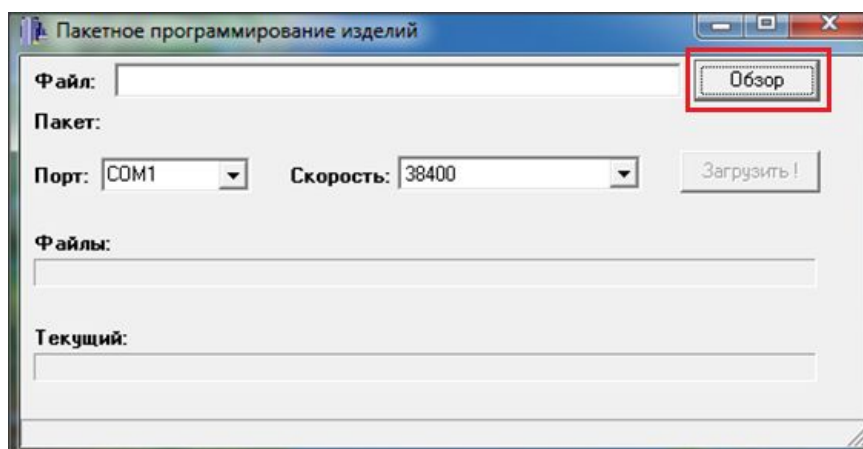

Рисунок 6 - Установка расположения файла программного обеспечения
- 1.2.7. Указать расположение файла программного обеспечения (загрузчика) ППК, для этого нажать кнопку **Обзор** (рисунок 6).